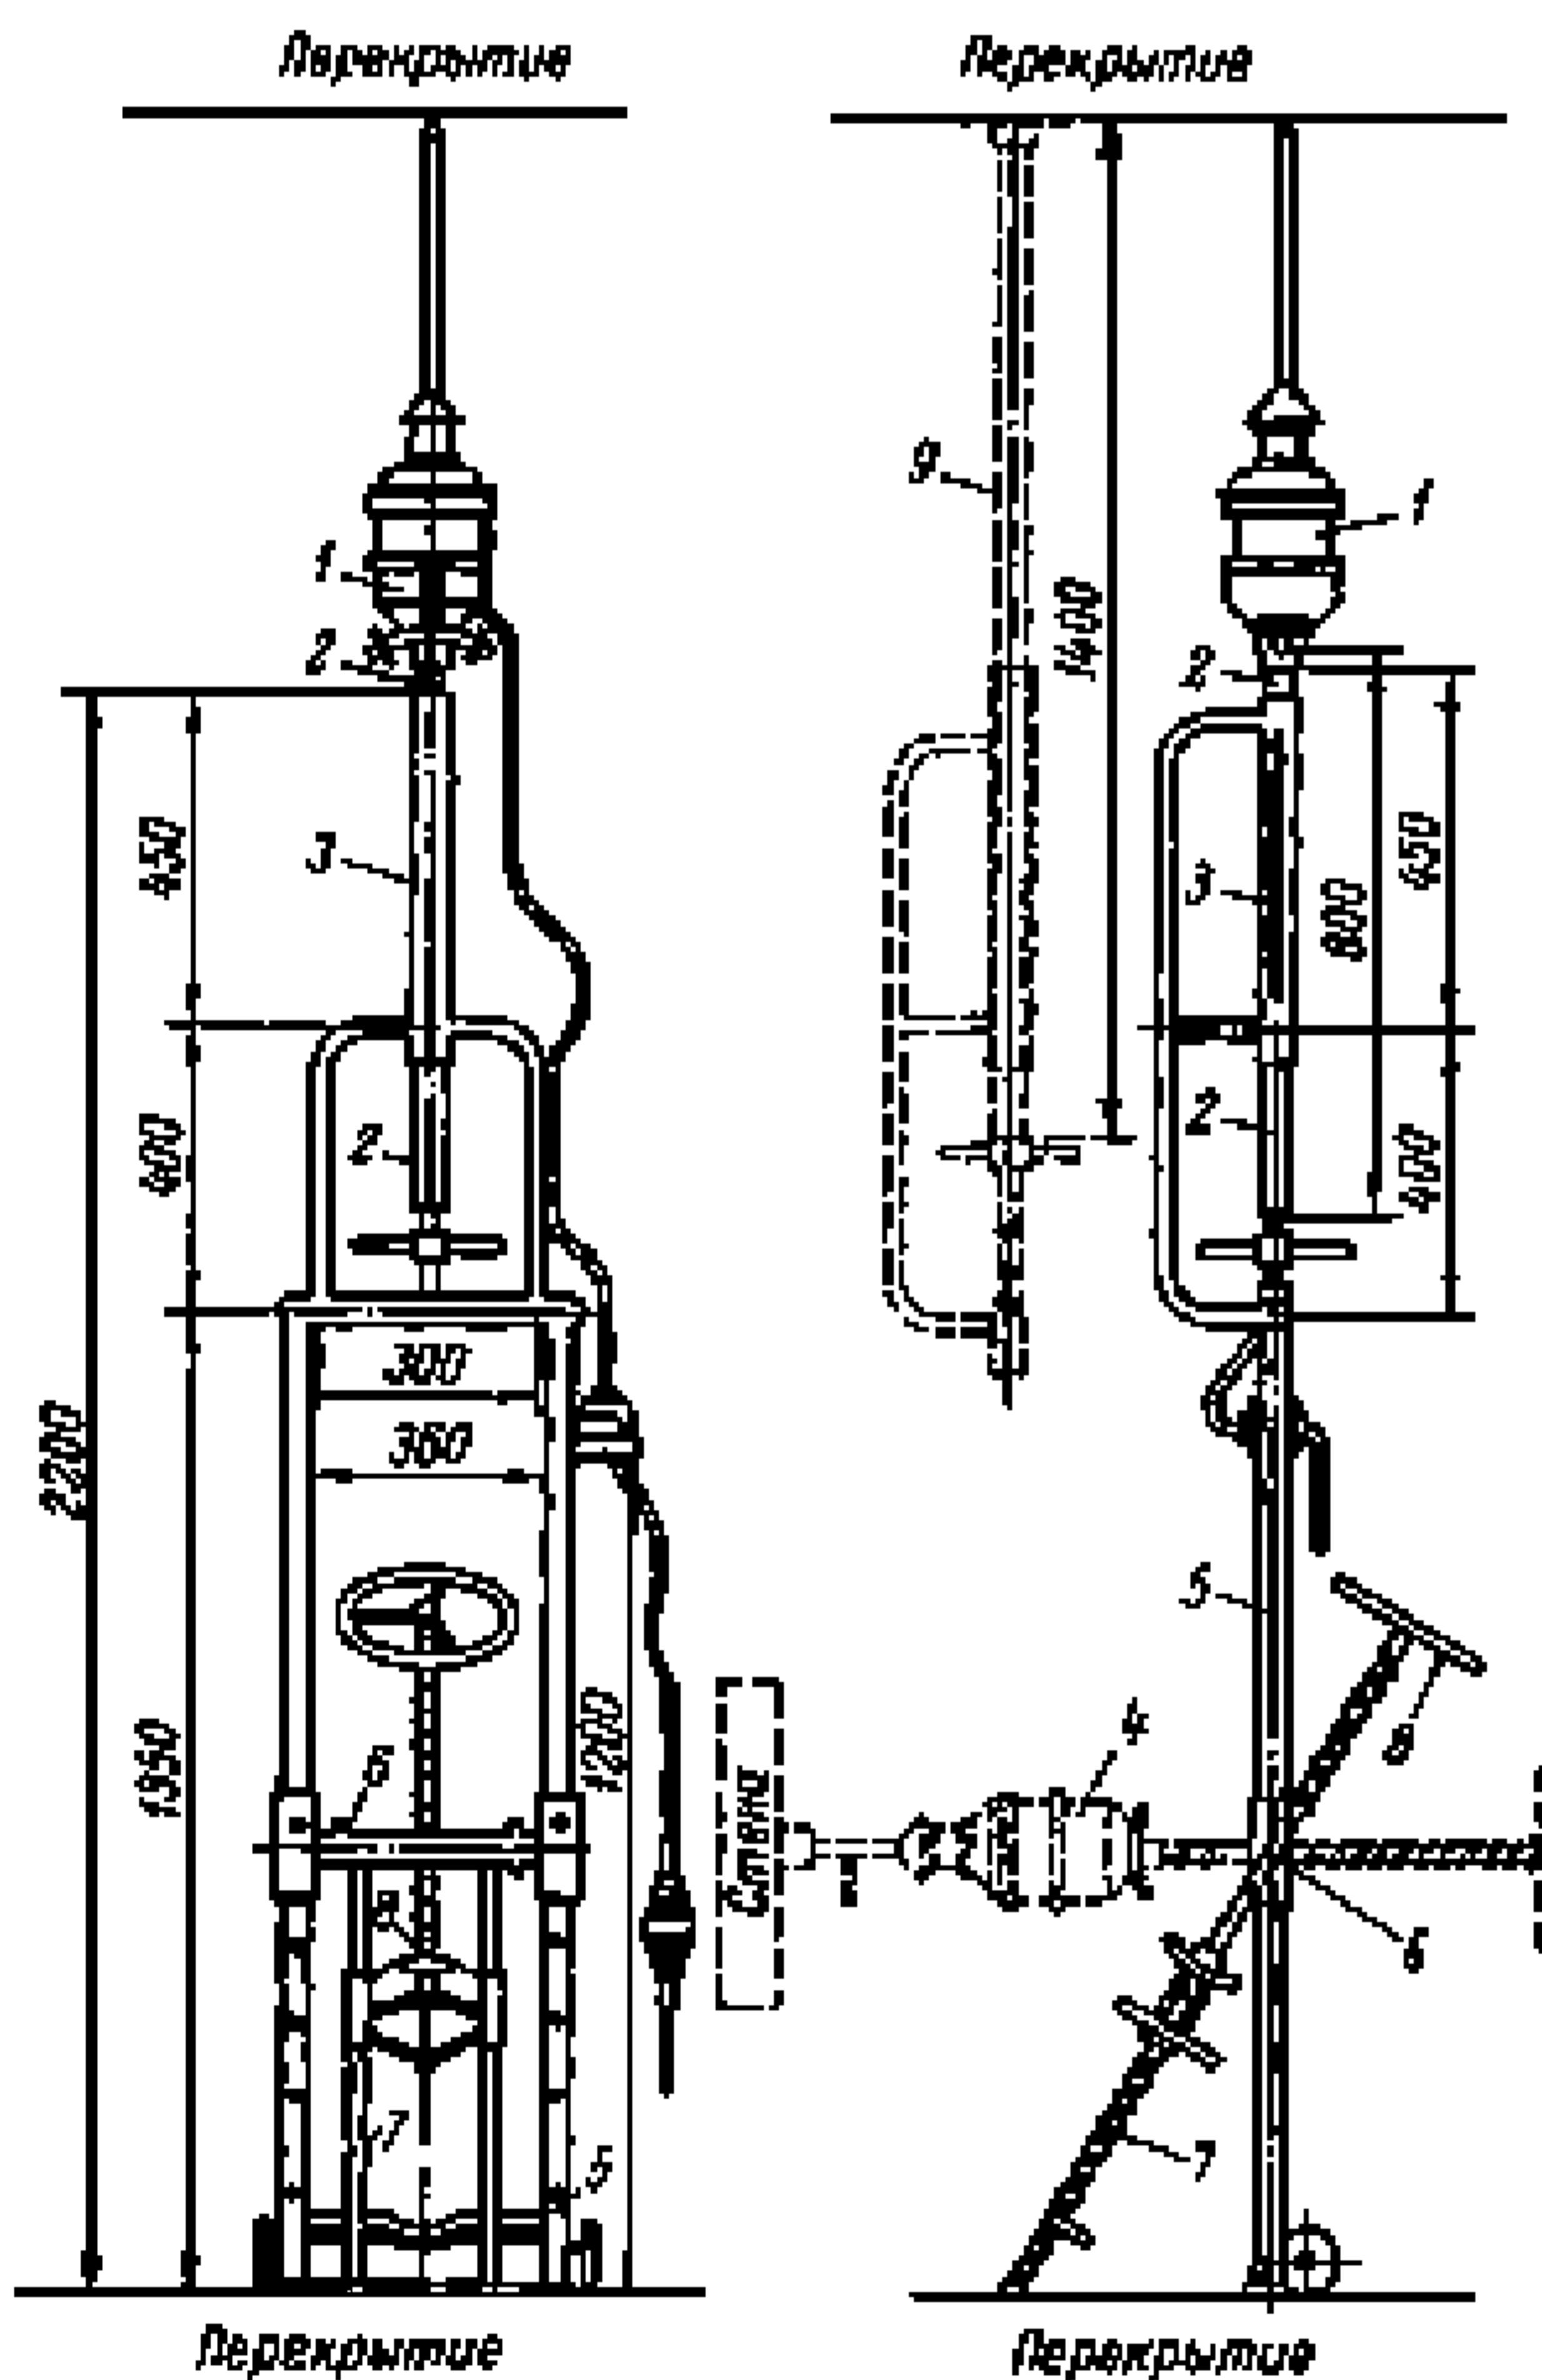
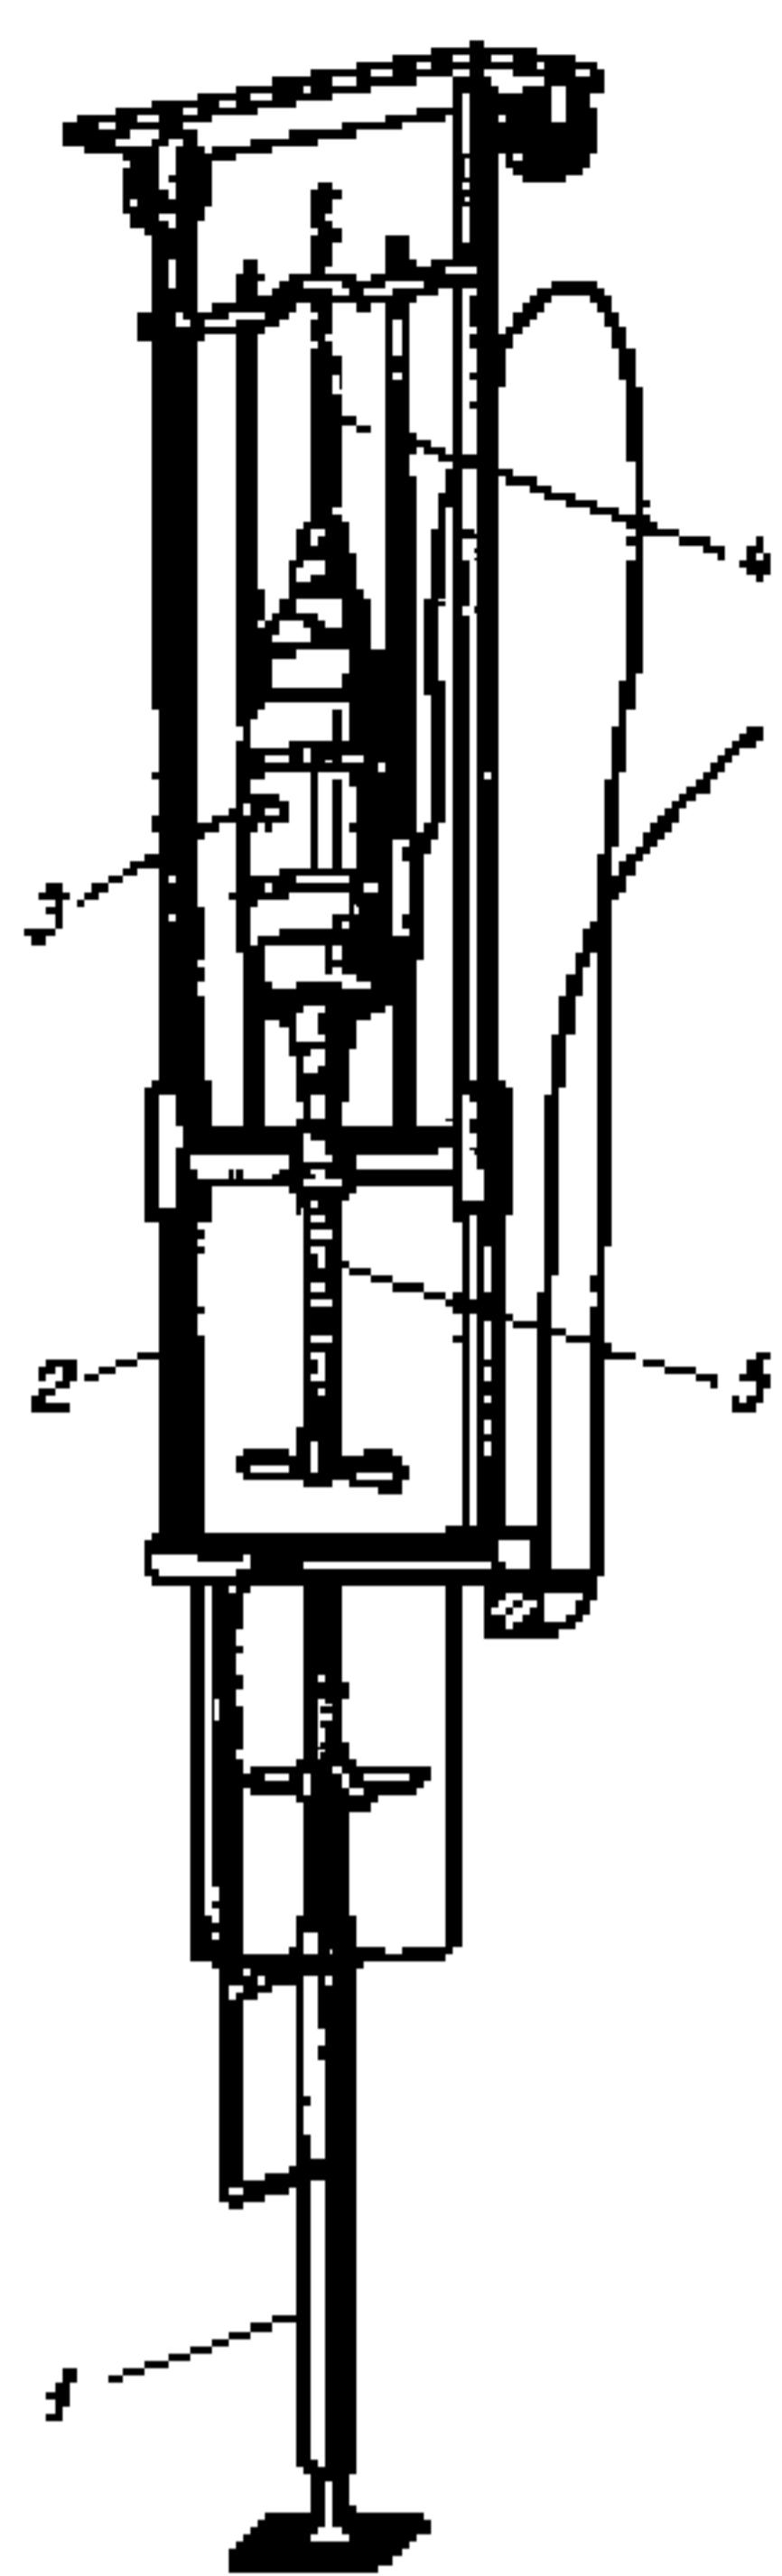
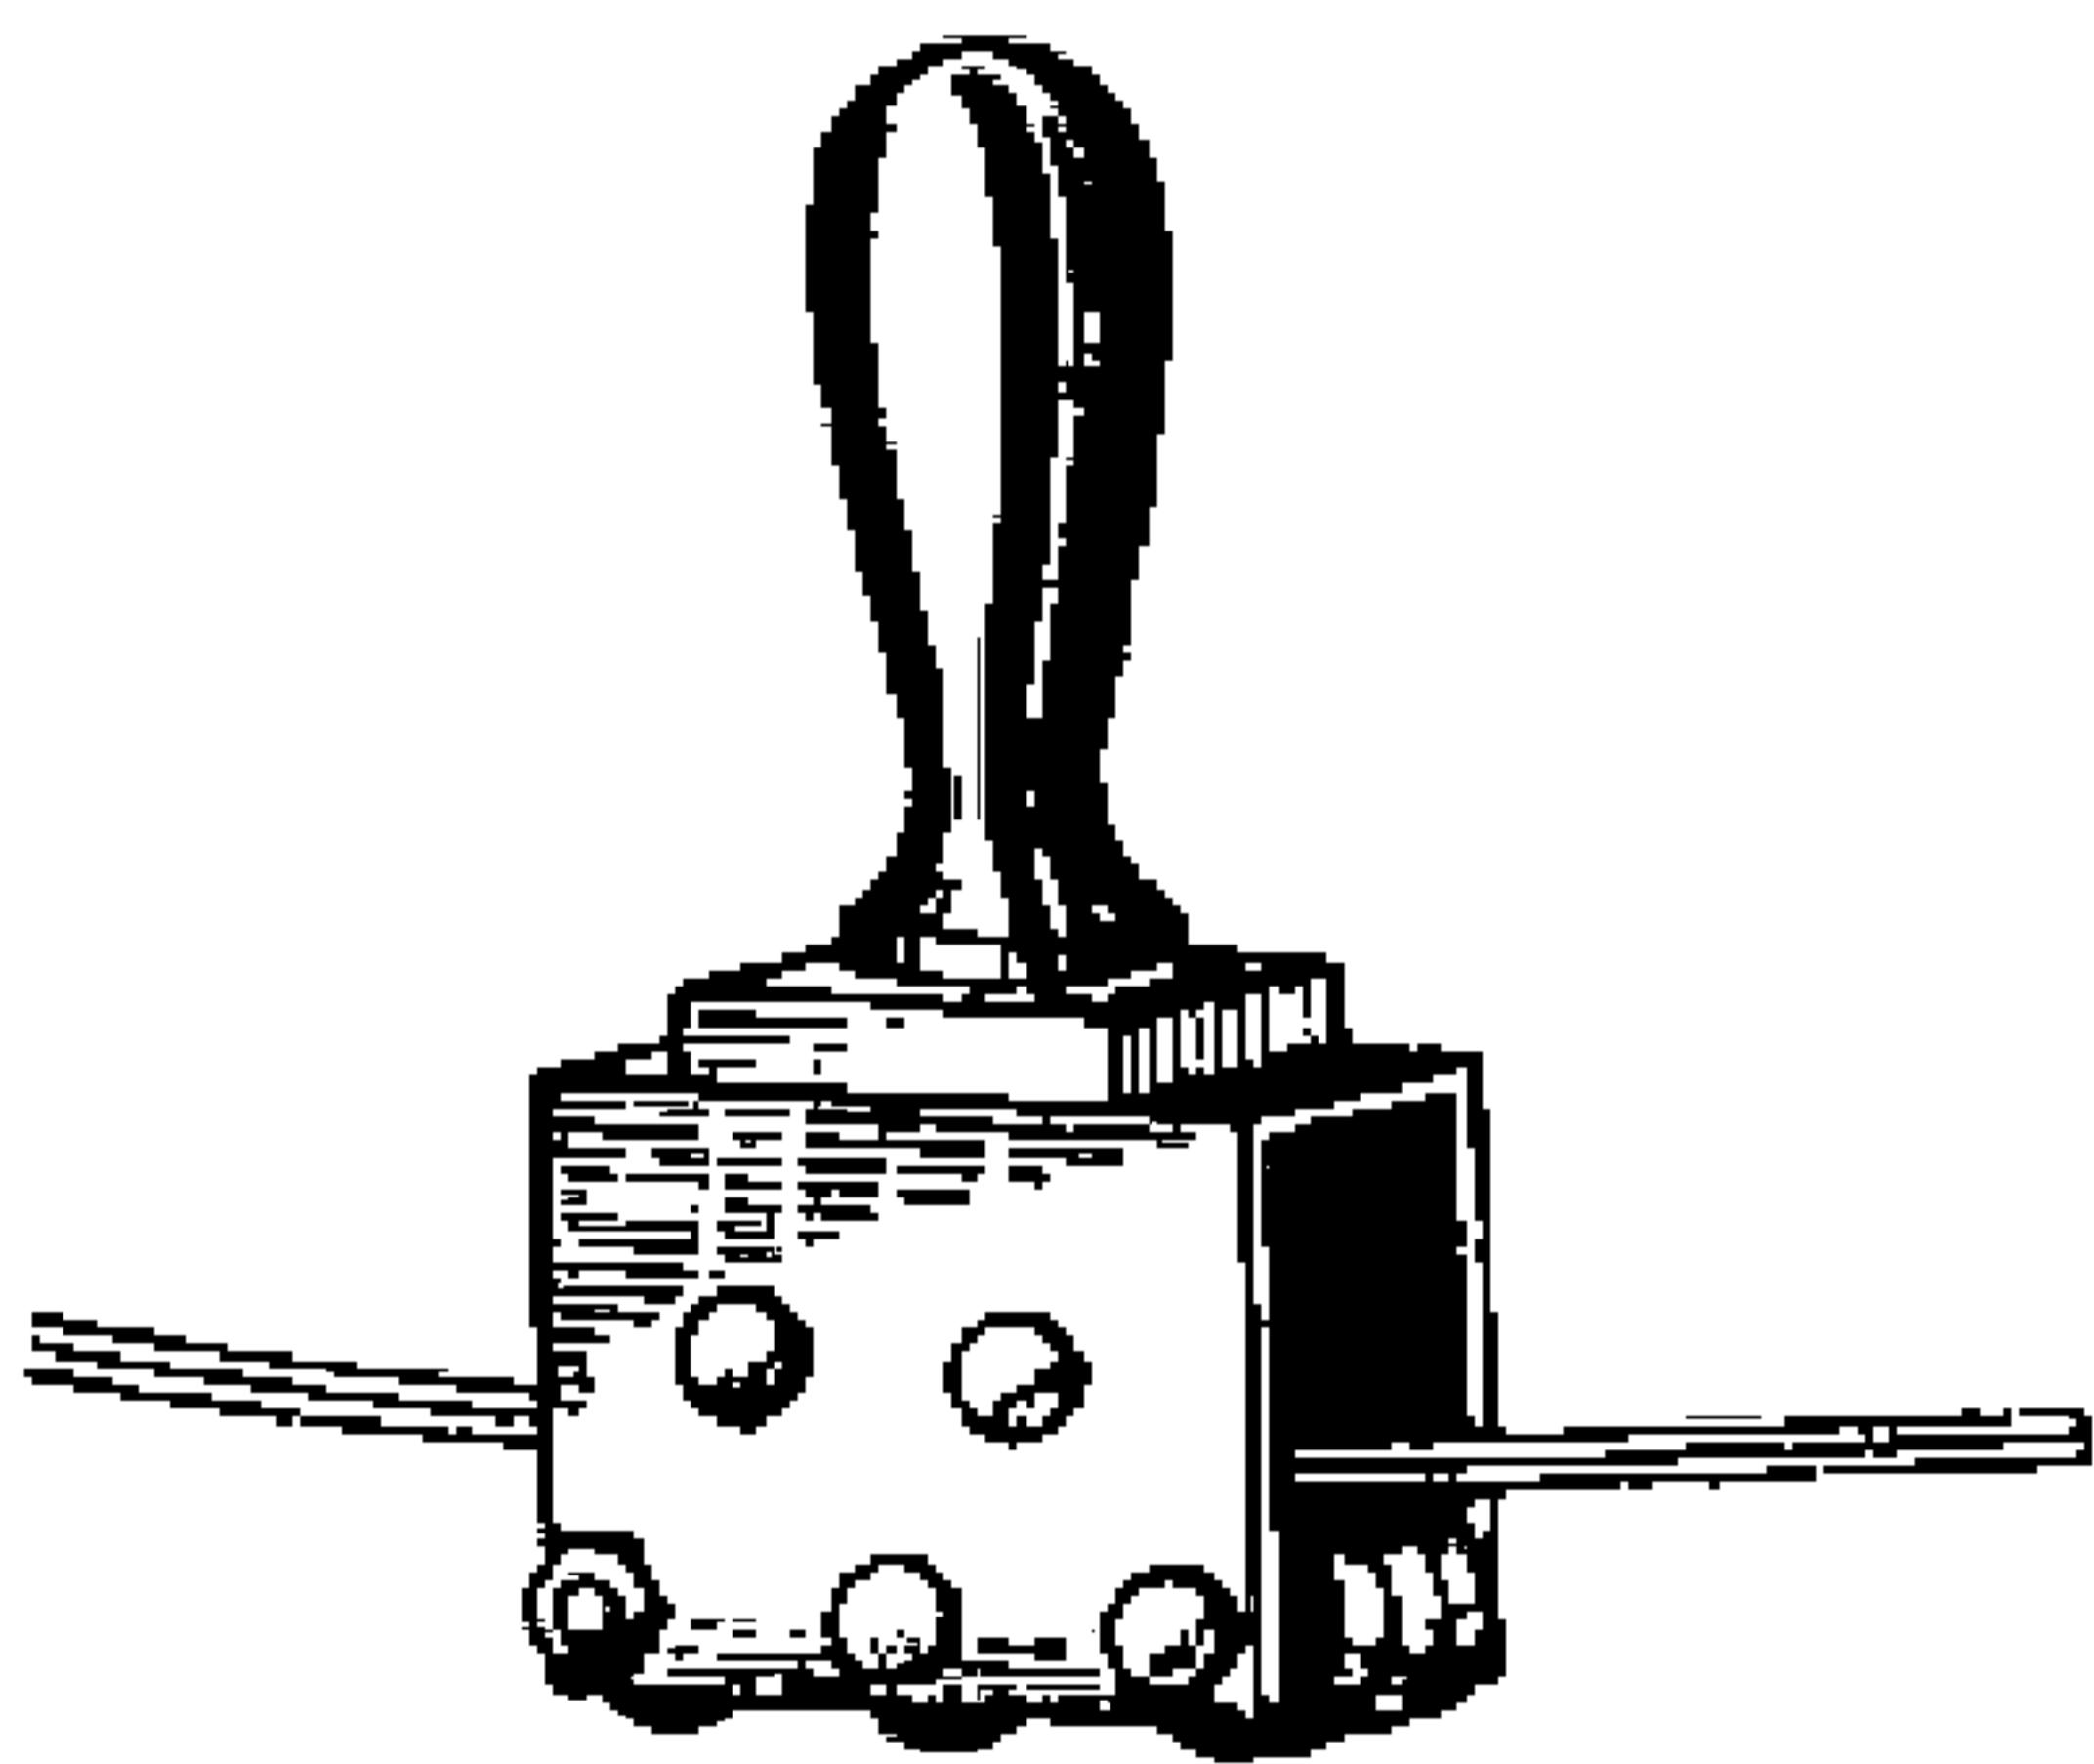

Рис. 1. Станок-стойка для сверления отверстий в полах, потолках и стенах
Рис. 2. Устройство для создания давления на сверло при сверлении отверстий в стенах и перекрытиях
Рис. 3. Приспособление для правки плоских проводов
5. Гнезда и отверстия в кирпичных и бетонных основаниях пробивают с помощью пневматических молотков перфораторов, электромолотков. Для сверления отверстий применяют электросверлилки, для сверления отверстий под любым углом - станок-стойку (рис. 1), для сверления проходов в стенах - специальный штатив, для сверления отверстий в потолке диаметром до 32 мм - станок-стойку (рис. 2) в соединении с винтовым домкратом; борозды и канавки вырубают вручную или с помощью бороздофреза. Для правки проводов применяют специальное приспособление (рис. 3).